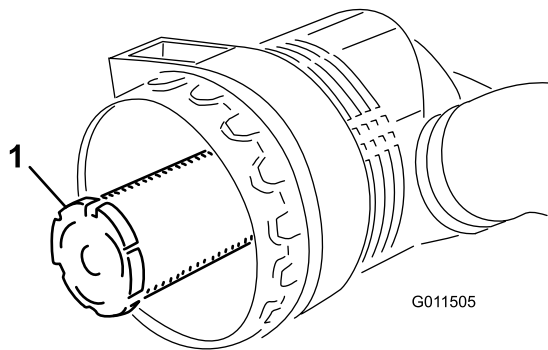

Figura 72
**Importante:** No intente nunca limpiar el filtro de seguridad (Figura 72). Sustituya el filtro de seguridad por uno nuevo después de cada tres lavados del filtro primario.